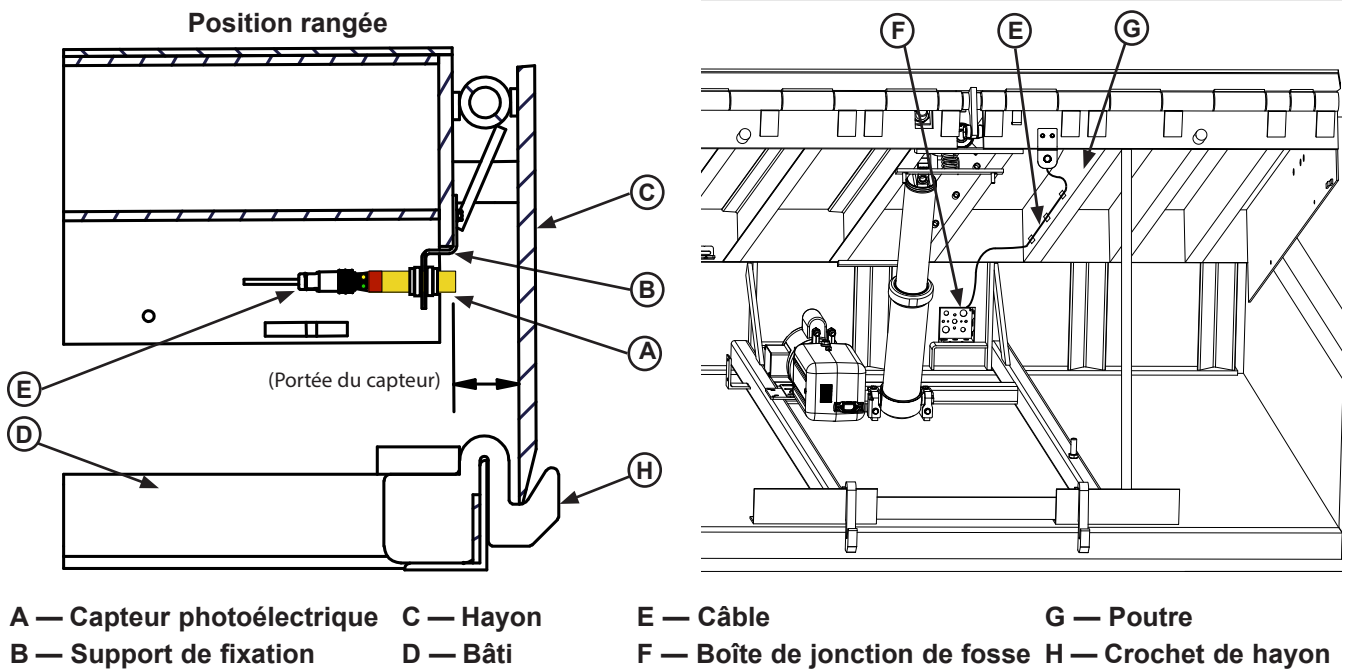

Figure 39
1. S'assurer que le niveleur de quai est relevé et que la béquille d'entretien est en place derrière la plaque de rive. Voir figure 39.